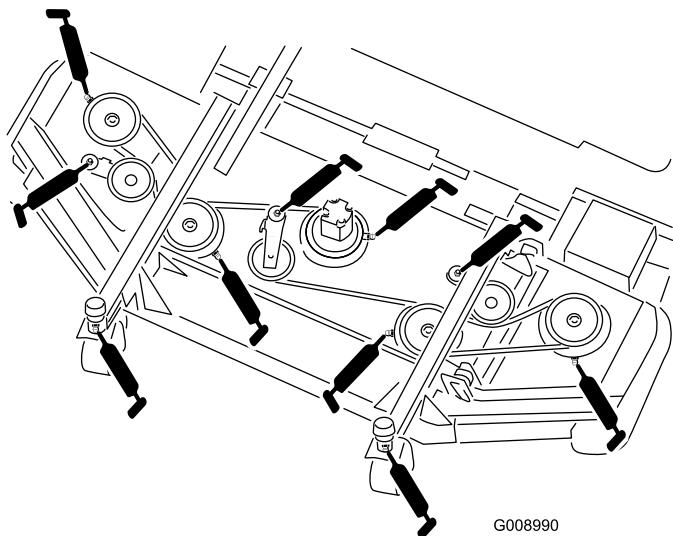

図 53
- キャスタフォークのシャフトのベアリング (2ヶ所) (図 53)
- スピンドルシャフトのベアリング (5ヶ所; スピンドルハウジングにある) (図 53)
- アイドラアームのピボットのブッシュ (3ヶ所; アイドラピボットのシャフトにある) (図 53)